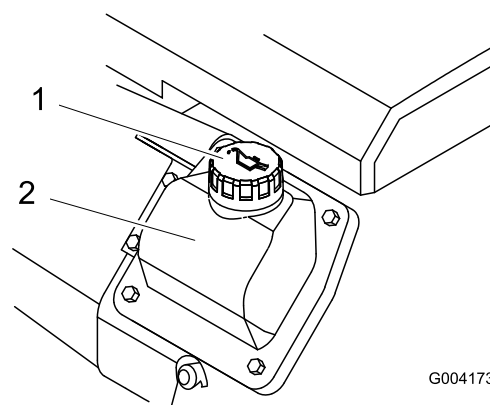

Figura 14
8. Se il livello dell'olio è troppo basso, pulire l'area circostante il tappo di riempimento dell'olio e rimuovere il tappo (Figura 14).